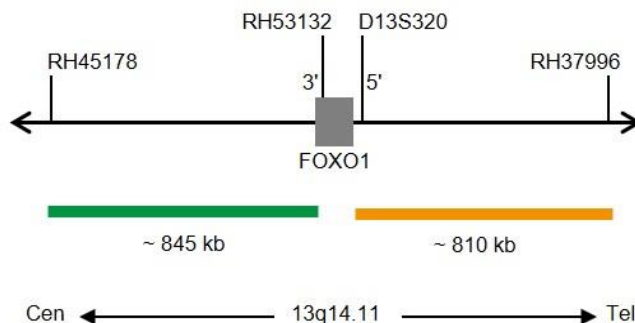

Abb. 1: SPEC FOXO1 Sondenlokalisation (nicht maßstabsgetreu)
- ZyGreen (Anregung 503 nm/Emission 528 nm) markierten Polynukleotiden (~10 ng/μl), die gegen Sequenzen in 13q14.11* (chr13:40,285,558-41,132,595) gerichtet sind, welche proximal zur FOXO1-Bruchpunktregion lokalisiert sind (siehe Abb. 1).
- ZyOrange (Anregung 547 nm/Emission 572 nm) markierten Polynukleotiden (~4,5 ng/μl), die gegen Sequenzen in 13q14.11* (chr13:41,246,917-42,054,781) gerichtet sind, welche distal zur FOXO1-Bruchpunktregion lokalisiert sind (siehe Abb. 1).